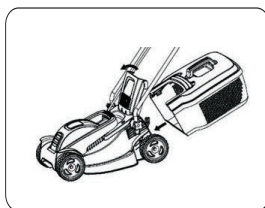

Рис. 7
7. Поднимите перегородку и вставьте ящик для сбора травы назад в держатель (Рис. 7).